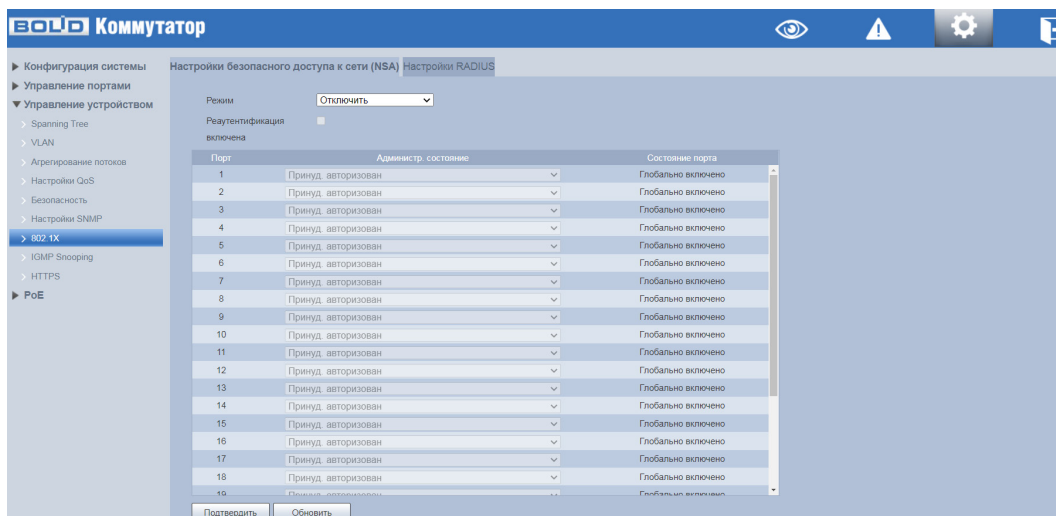

Рисунок 8.37 – Настройки NSA
1. Переключите все порты в состояние аутентификации на основе 802.1x как показано на рисунке ниже (Рисунок 8.37).